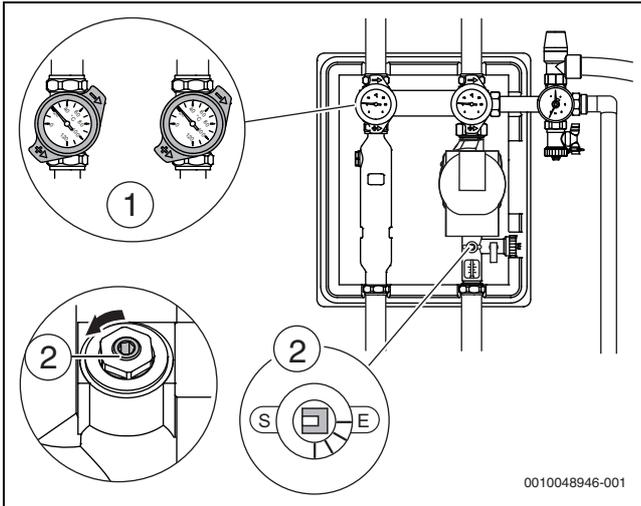

Bild 42 Geöffnete Absperrvorrichtungen
- ▶ Kugelhähne (→ Bild 42, [1]) an den Thermometern auf 45° stellen und den Durchflussbegrenzer (→ Bild 42, [2]) sowie andere Absperrvorrichtungen öffnen.